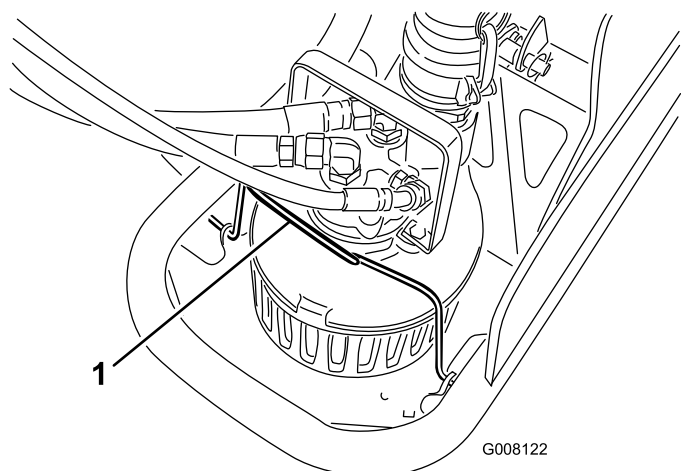
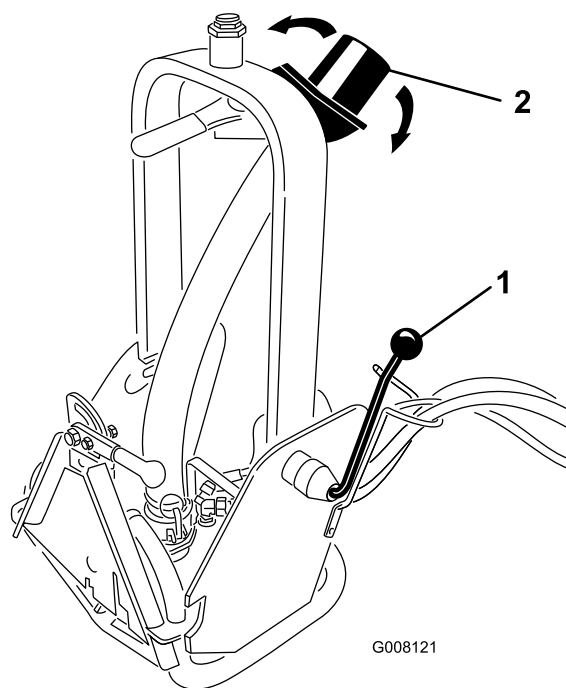

図 9
図 10
2. ポンプの運転を開始する前に、ポンプ・クランプ (図 9) とロックアップ・ハンドル (図 10) がしっかり固定されていることを確認する。